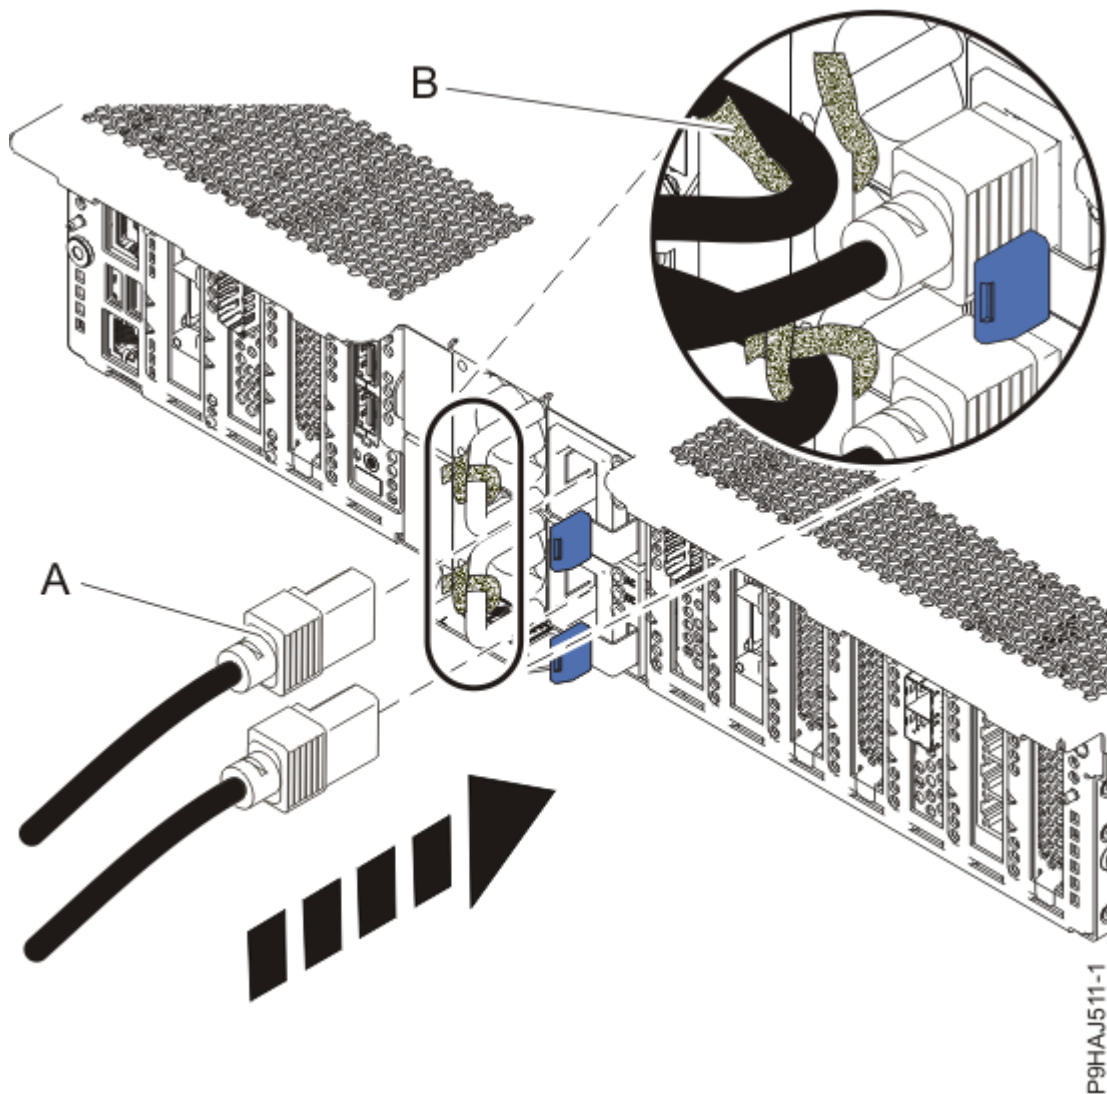

Figura 9. Conexión de los cables de alimentación
6. Utilizando las etiquetas, vuelva a conectar los cables de alimentación **(A)** a la unidad del sistema. Sujete los cables de alimentación al sistema utilizando el mecanismo de sujeción **(B)** como se muestra en la Figura 9 en la página 12.